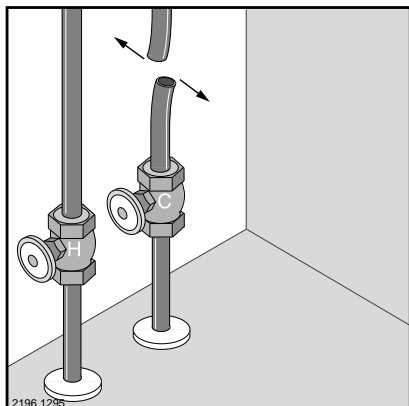

Figura 1
Paso 1. Cierre el suministro de agua fría al grifo con la llave de cierre ubicada debajo del fregadero. Si su fregadero no cuenta con una llave de cierre Ud. deberá cerrar el suministro de agua general a la casa. Abra la llave del grifo para liberar la presión. Corte la línea de agua fría de cobre de 3/8 de pulgada que conduce al grifo y separe los extremos doblándolos un poco (Figura 1).